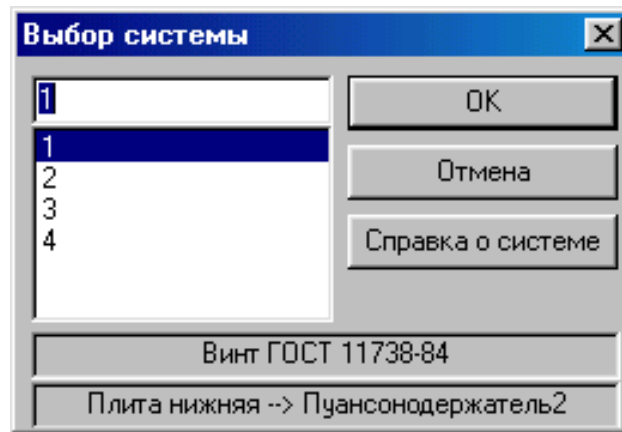

Рисунок 1.86 – Діалогове вікно вибору системи кріплення
– далі активується команда "Проектування систем кріплення в плані" яка виконує розміщення плану кріпильних елементів. З'являється вікно "Вибір системи" (рис. 1.86). Кріпильні елементи в плані можуть розміщатися на будь-якій проекції креслення. У КОМПАС-ШТАМП передбачене стандартне й довільне розміщення кріпильних елементів. Стандартне розміщення кріплення робиться відповідно до ГОСТ 15861-81 ... 15863-81, що передбачає наявність чотирьох або шести гвинтів та двох або чотирьох штифтів. Тільки при стандартному розміщенні автоматично контролюється відстань між гвинтами й штифтами. Стандартне розміщення можна застосовувати, якщо скріплюють деталі штампа, що мають прямокутну або круглу форми. Інші способи розміщення вибираються з меню;